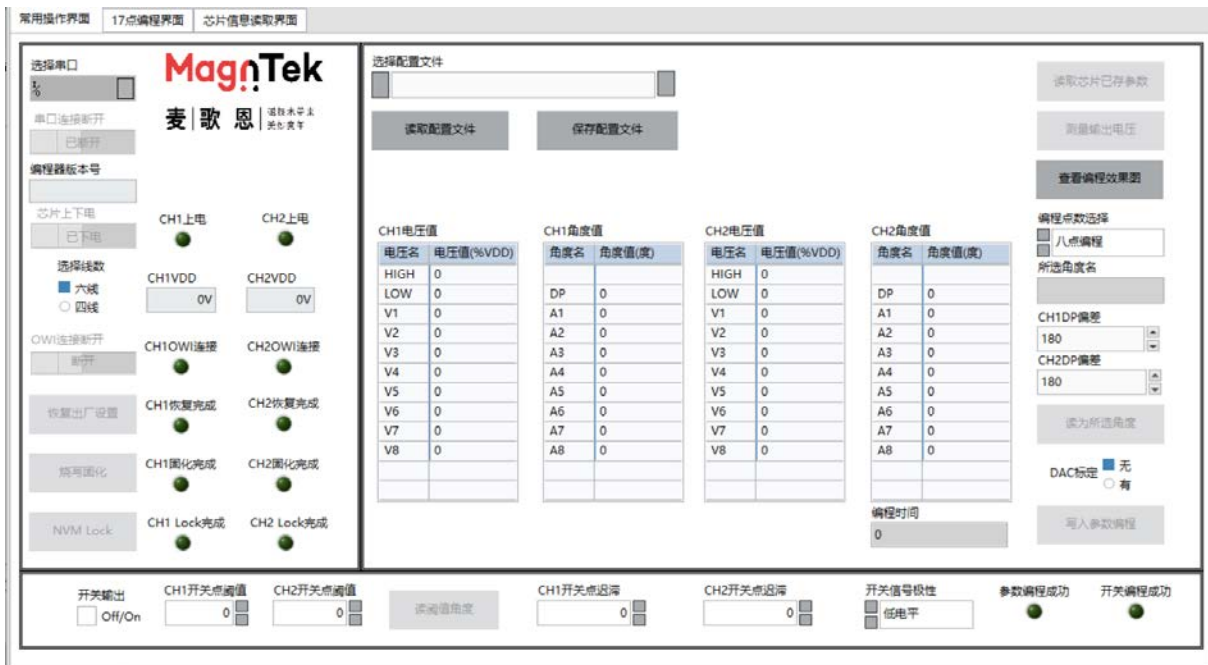

图 4.1.2 两路模拟输出型号芯片编程界面
- 下图 4.1.2 为双芯片模拟输出芯片编程界面。该界面包含模拟输出常规编程界面、17 点编程界面及芯片参数只读界面。